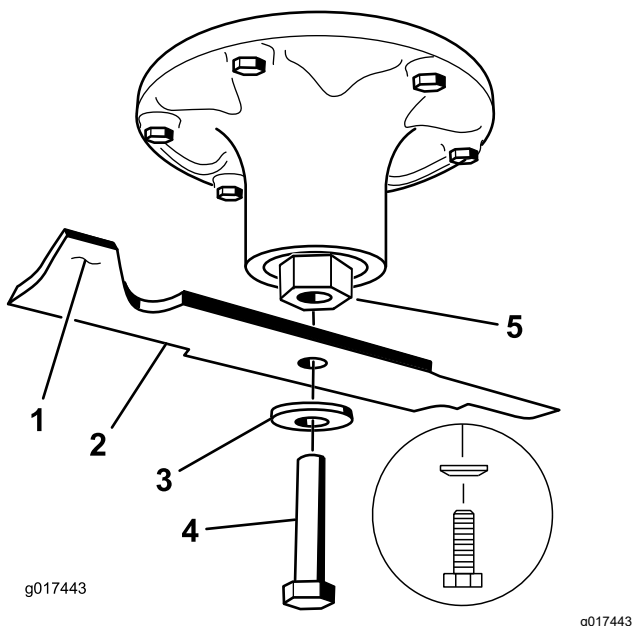

Figura 91
2. Retire del eje el perno de la cuchilla, la arandela curva y la cuchilla (**Figura 91**).
- Instale la cuchilla en el eje (Figura 91).
- Instale la arandela curva y el perno de la cuchilla (Figura 91).